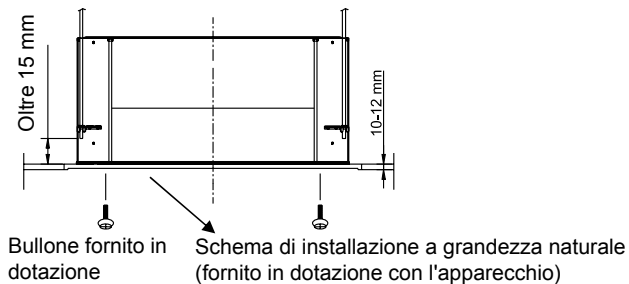

Fig. 6
- La lunghezza dei bulloni di sospensione deve essere appropriata per una distanza tra il fondo del bullone e il fondo dell'unità di oltre 15 mm come illustrato in Fig. 6.